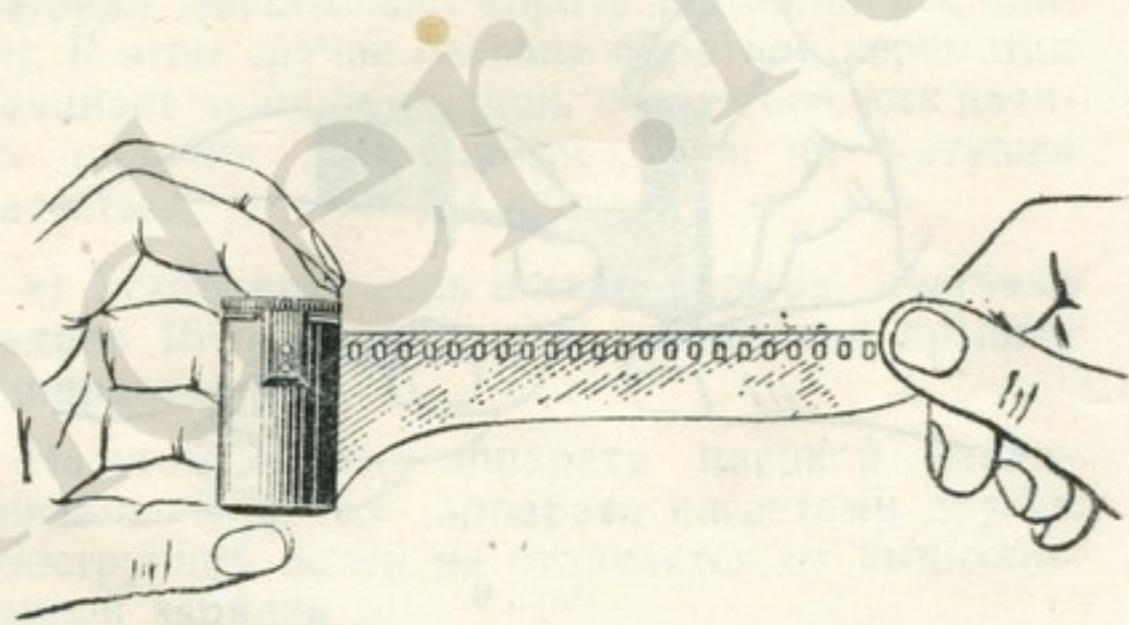
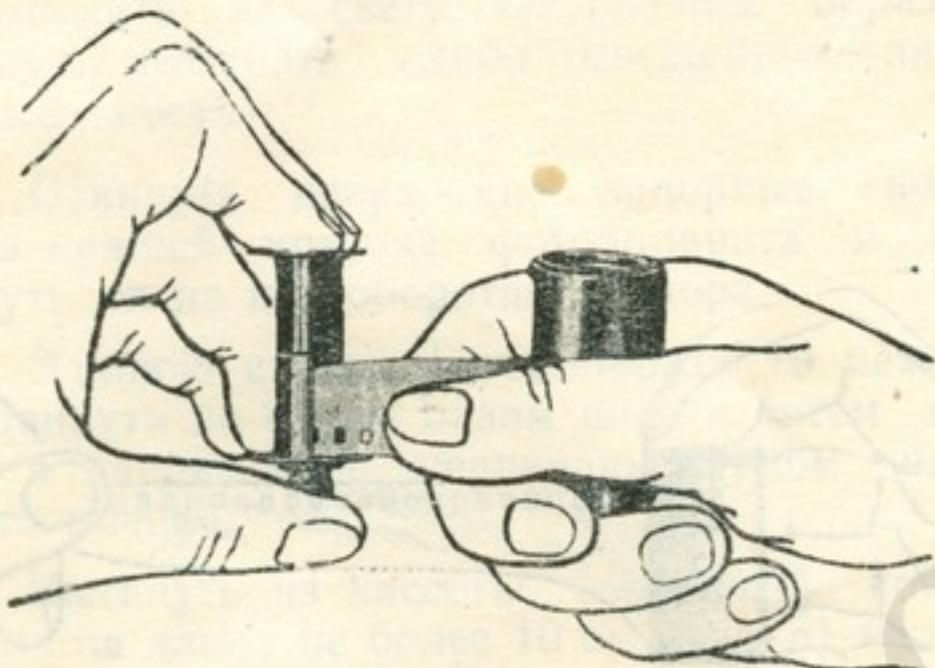

Рис. 5.
Рис. 6.
- в) Вытянуть из кассеты свободный конец пленки на длину не более 10 см (рис. 5) и закрепить его на приемной катушке под пружину (рис. 6).